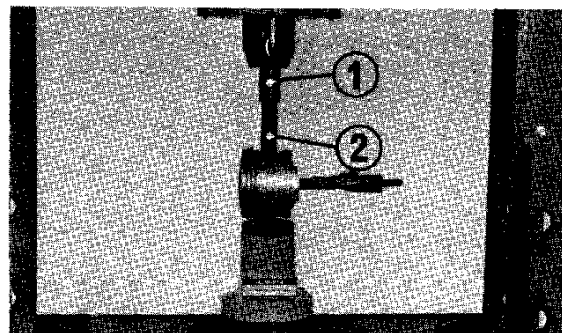

Abb. 4-29 (1) Vorrichtung
3. Die Führungshülse gemäß Abb. 4-29 anbringen und den Kolbenbolzen aus der Kolbenbolzenbohrung auspressen.